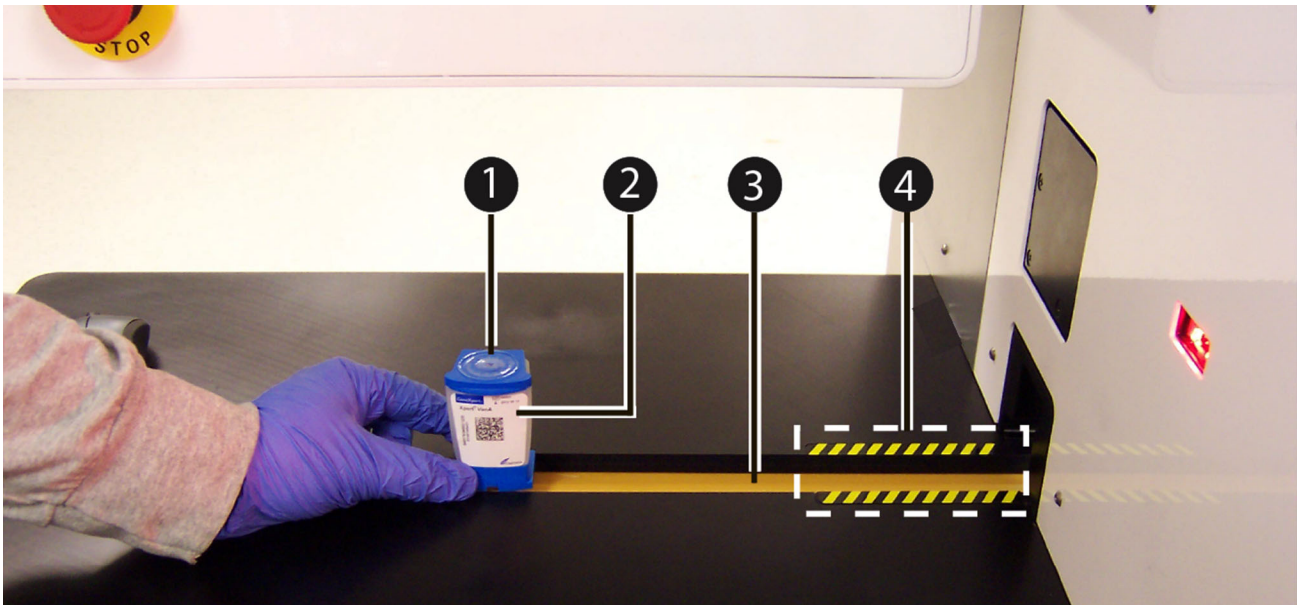

Figura 5-182. Colocar o cartucho no tapete rolante
5. Como ilustrado na Figura 5-182, coloque o cartucho (item n.º 1) na zona de carregamento do tapete rolante (item n.º 3), fora das riscas amarelas e pretas (item n.º 4). Certifique-se de que coloca o cartucho no tapete rolante com a etiqueta (item n.º 2) virada para si.